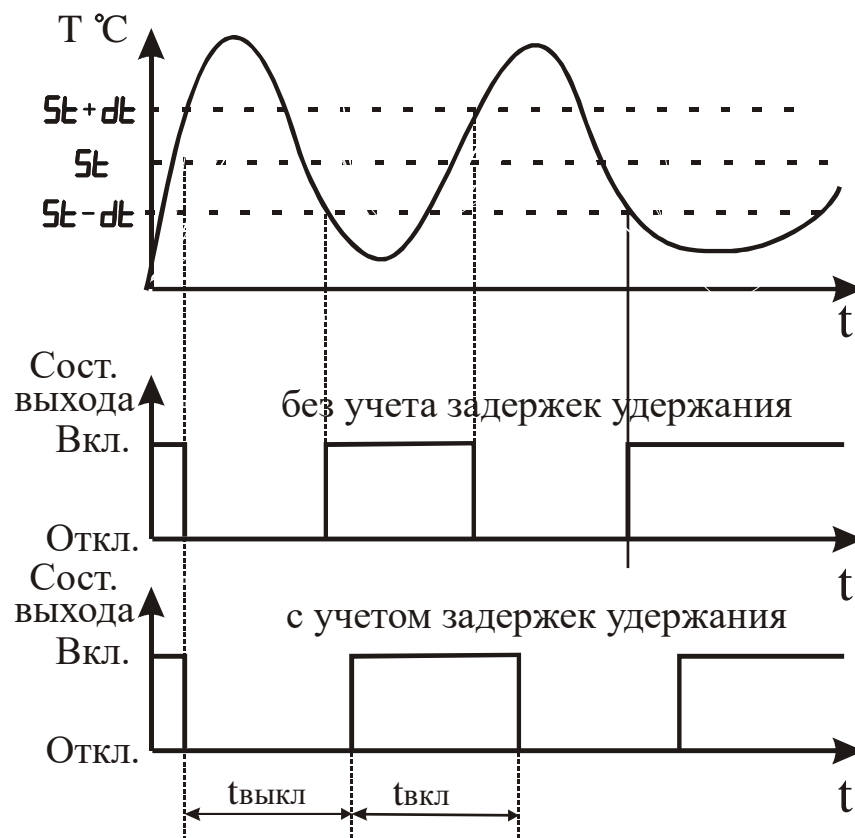

Рисунок 3.20 – Влияние параметров “Удержание замкнутым выходного устройства” и “Удержание разомкнутым выходного устройства” на состояние выходного устройства
3.3.3.14 Параметры “Удержание замкнутым выходного устройства” и “Удержание разомкнутым выходного устройства” задают минимальное время удержания выходного устройства в замкнутом и разомкнутом состоянии. Прибор удерживает выходное устройство в соответствующем состоянии в течение заданного времени, если даже по логике работы прибора должно произойти переключение (см. рисунок 3.20).